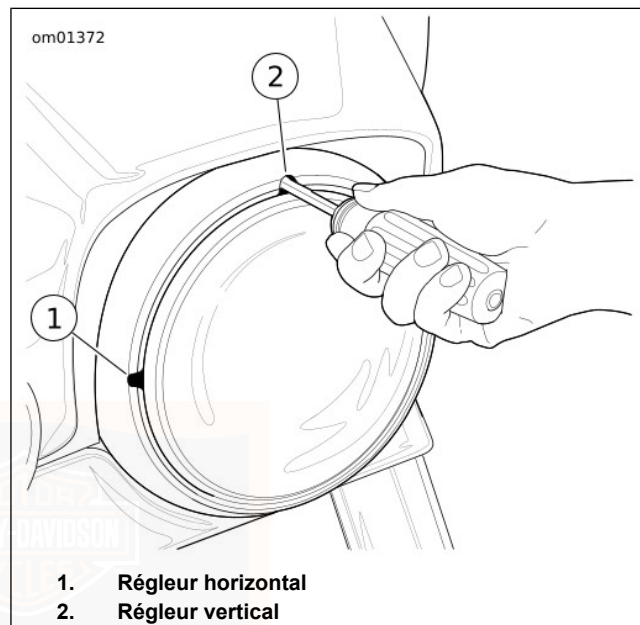

Figure 62. Régleurs du phare (typique)
1. Voir Figure 62. Insérer le tournevis Phillips entre le boîtier du phare et le joint en caoutchouc.
- a. Tourner la vis de réglage vertical (2) pour régler le phare verticalement.
- b. Tourner la vis de réglage horizontal (1) pour régler le phare horizontalement.